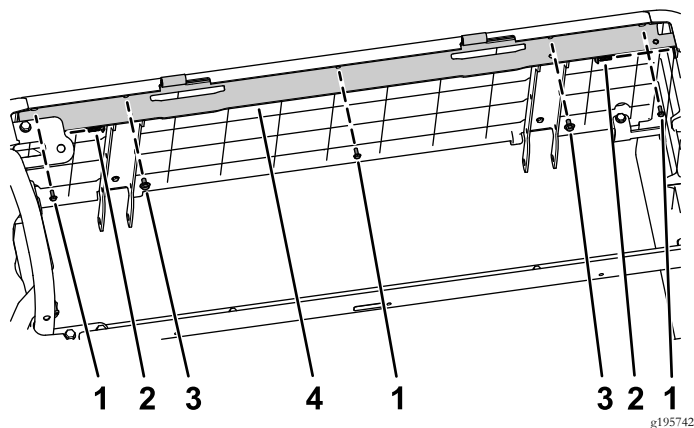

Figura 42
- Instale el soporte del asiento con 3 tornillos (Nº 10 x 1/2"), 2 conjuntos de perno con arandela (1/4" x 1/2"), y 2 tornillos Torx (Figura 42).